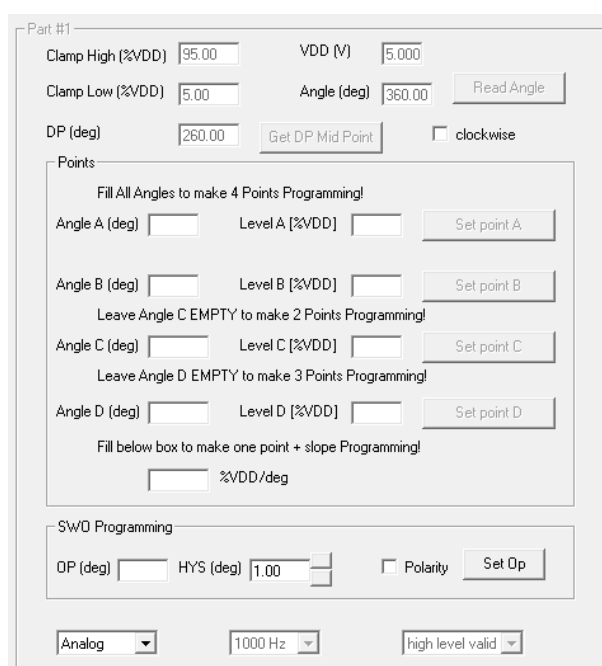

图 5.1.3 编程参数界面
- Linear Graph 按钮为当前界面配置及其输出理论值曲线，图 5.1.3
下图 5.1.3 为 PB006 独立电源供电编程模式的编程界面。